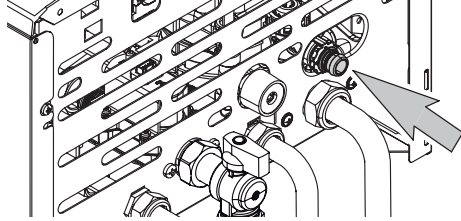

Рисунок 4.3
- Подсоедините предохранительный клапан к сливной воронке (Рисунок 4.3).